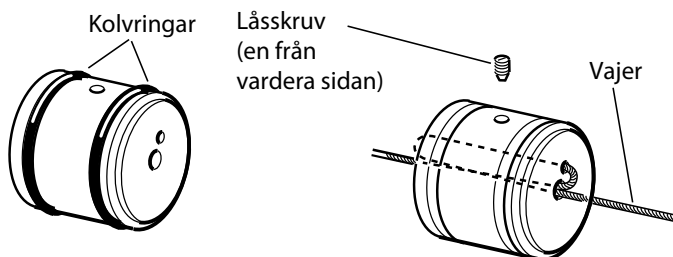

Bild 23. Fastsättning av vajer i kolv
3. Dra nu ena vajeränden tillbaka genom kolvens andra hål och därefter åter genom kolvens centrumhål, se bild 23.